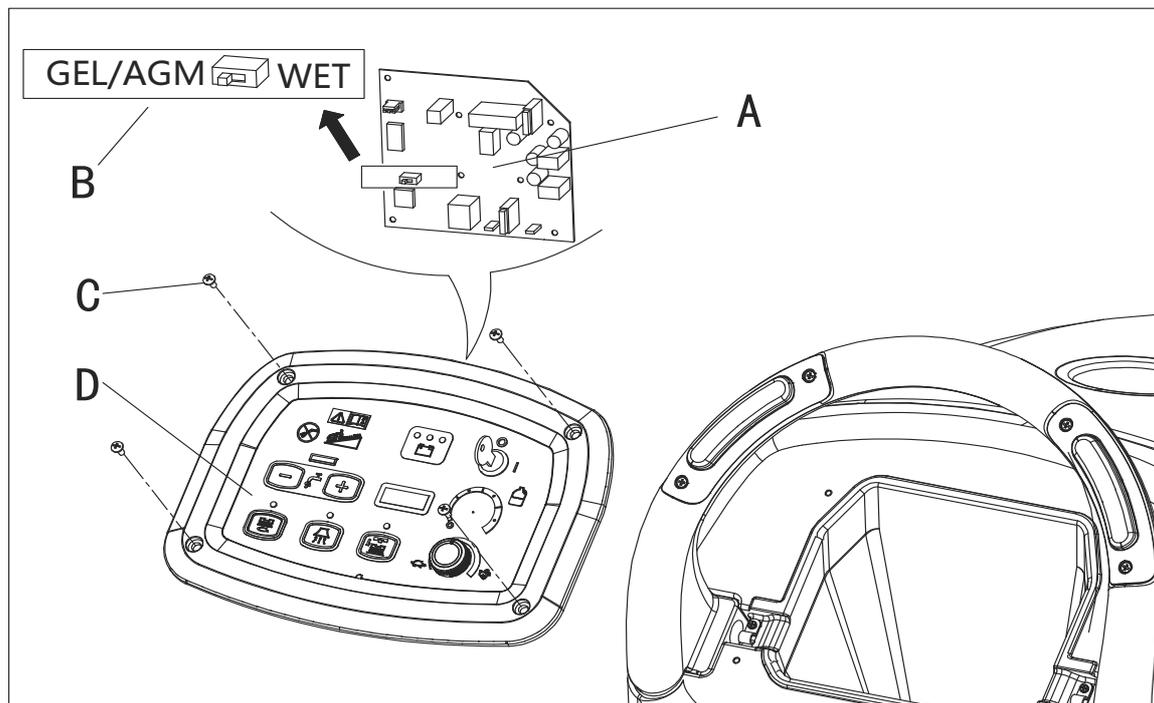

Figura 4
- Gire la llave de ignición (54) a la posición «I» y en los primeros segundos de funcionamiento de la máquina, preste atención a lo siguiente:
- Si la luz de aviso verde (53) está parpadeando, la máquina está configurada para batería de GEL/AGM.
- Si la luz de aviso roja (51) está parpadeando, la máquina está configurada para batería HÚMEDA.
- Desenrosque los tornillos en el panel de control (C, Figura 4), y a continuación dé la vuelta al Tablero del panel de control (PCB) (A, Figura 4) para encontrar el interruptor DIP (B, Figura 4) para configurar el tipo de batería (HÚMEDA o Discover EV AGM o GEL/AGM).